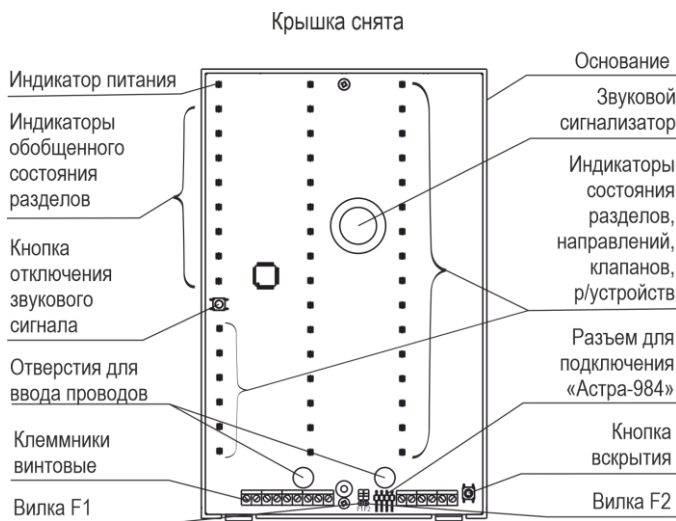

Рисунок 2
**4.1** Конструктивно БИ выполнен в виде блока, состоящего из основания и съемной крышки. Внутри блока смонтирована печатная плата с радиоэлементами (рисунок 2).